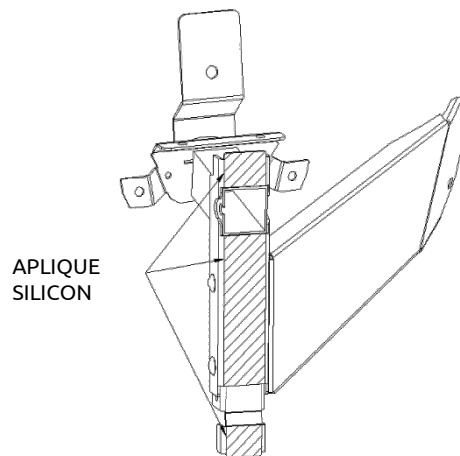

Figura 14
- f. Instale (3) tornillos de 1/4-20 x 3/4" en cada ensamble de soporte exterior OBWD/OBWP (cuidado de evitar el roscado cruzado)
- iii. Instale (1) tornillo de 1/4-20 x 3/4" con arandela partida de bloqueo y arandela plana a través del agujero superior de cada abrazadera de soporte OCL.
- iv. Instale (2) tornillos de 1/4-20 x 3/4" con arandela partida de bloqueo y arandela plana a través de los agujeros inferiores en cada ensamblaje de soporte exterior (OBWD/OBWP) adentro de la tuerca/remache Nutsert instalado en el paso 7
- g. Aplique silicón a las caras exteriores del soporte (ver figura 14)
- j. Sujete la sección de visera exterior D/P a la sección de visera central CW usando (3) tornillos 1/4-20 x 3/4" con arandelas planas y tuercas
- k. Sujete las mitades de las viseras exteriores D/P a los soportes exteriores OBD/OBP con (2) tornillos de cabeza plana, arandelas y tuercas en cada lado.